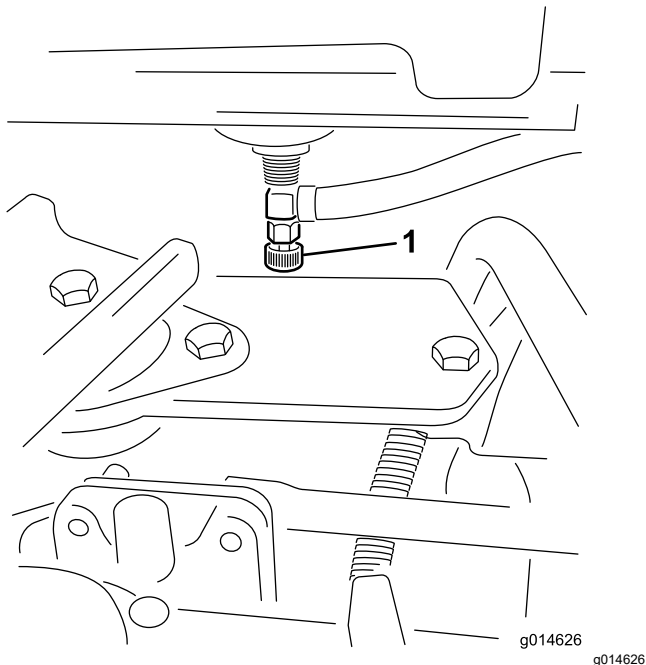

Figura 32
1. Închideți ventilul de închidere combustibil (**Figura 32**) de sub rezervorul de combustibil.